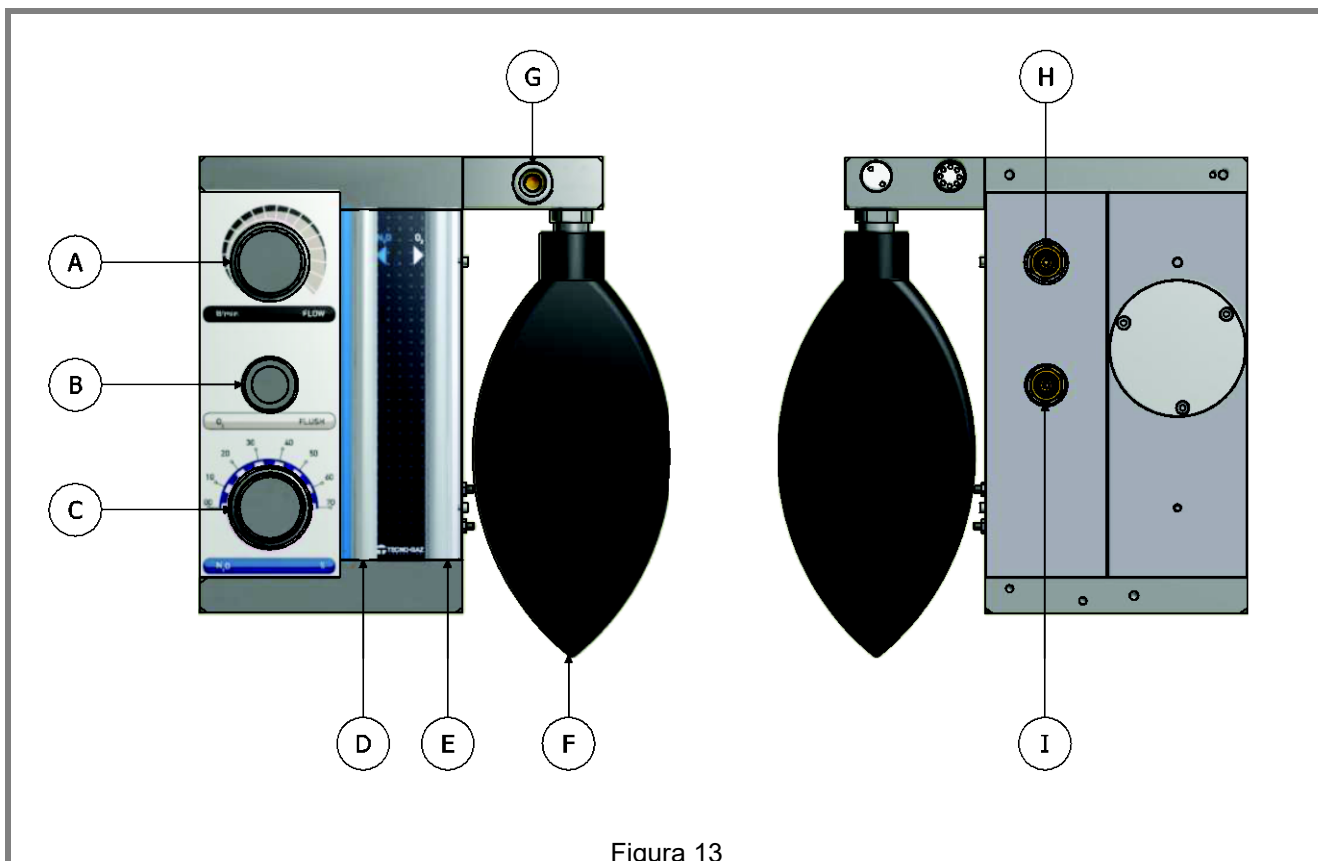

Figura 13
**Durante a terapia, controlar constantemente os fluxos indicados por fluxímetros (Figura 13 Pos D, E).**